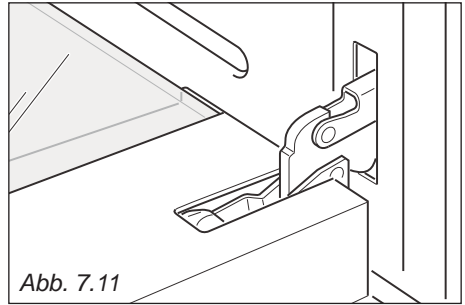

Abb. 7.11
- Die Tür ganz öffnen (Abb. 7.11).